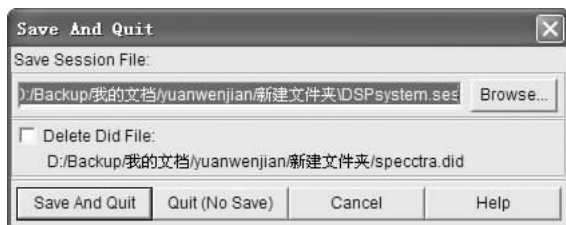

图 12-46 “Save And Quit” 对话框
2) 关闭状态报告, 选择菜单栏中的“File (文件)”→“Quit (退出)”命令, 退出 CCT, 将弹出如图 12-46 所示对话框。